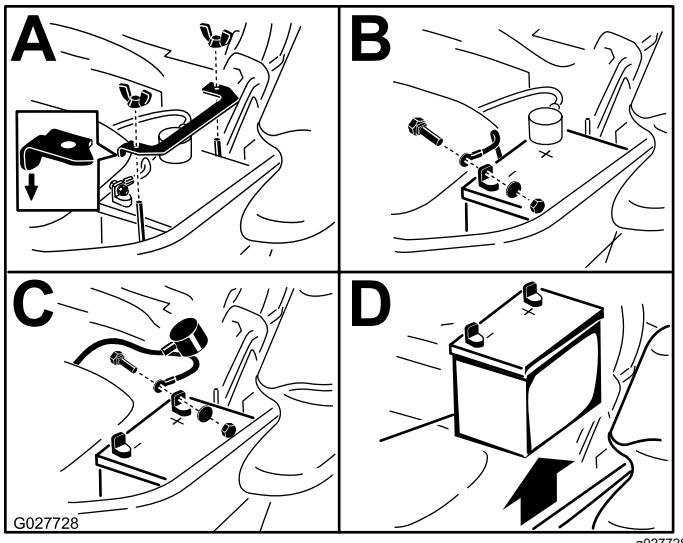

Figure 57
- Retirez la batterie, comme montré à la Figure 57.